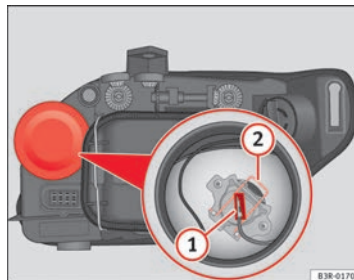

Abb. 209 Fernlicht
- Ziehen Sie den Stecker → Abb. 209 **(1)** von der Lampe ab.
- Die Haltefeder → Abb. 209 **(2)** durch Eindrücken und Rechtsdrehung abnehmen.